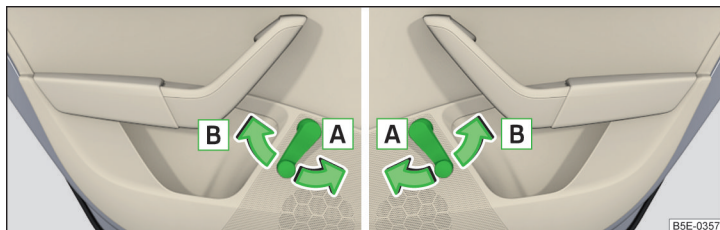

Fig. 38 Operarea geamului: stânga/dreapta
- Pentru **deschidere**, rotiți macaraua în sensul săgeții **A** » fig. 38.